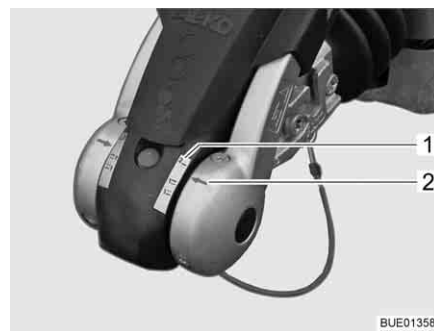

Fig. 2 Controllo "AKS chiuso"
- Eseguire un controllo a vista: La freccia (Fig. 2,2) deve essere sulla tacca "2" (Fig. 2,1).